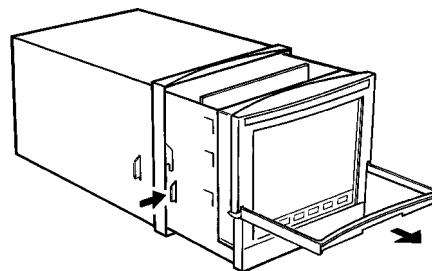

Abb. 7.6.1b Entfernen eines Graphikschreibers
3. Lösen Sie den Griff des Graphikschreibers und ziehen Sie das Gerät nach vorne, bis es einrastet (Abb. 7.6.1b). Drücken Sie den Riegel ein und ziehen Sie das Gerät vorsichtig aus dem Gehäuse, bis Sie auf das Flachbandkabel hinter dem Schreibsystem zugreifen können.